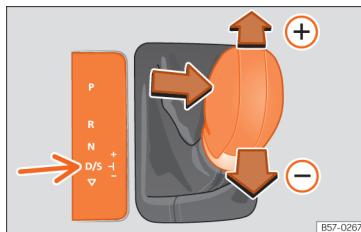

Fig. 89 Alavanca seletora na posição Tiptronic
- Empurre a alavanca para a frente (+) ou para trás (-) para engrenar uma mudança mais alta ou mais baixa »» Fig. 89.